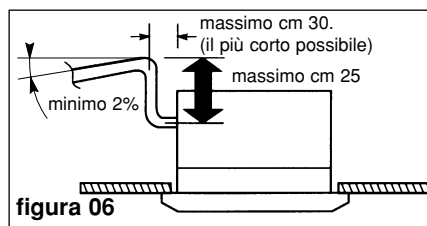

figura 06
- Se necessario, è possibile far risalire la canalizzazione della condensa subito dopo l'uscita dell'apparecchio. Altezza massima : cm. 25 (figura 06).
- Accertarsi che la canalizzazione d'evacuazione sia in leggera pendenza nel senso dello scarico e che non formi un sifone (figura 06).